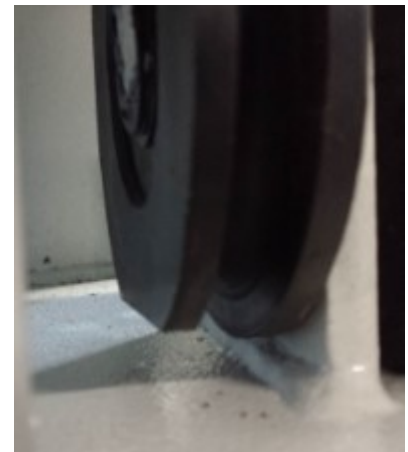

Fig.5
4. Aan beide onderste katrollen zit een rechte zijde, zorg ervoor dat deze naar beneden staat (fig.5), voer vervolgens de staalkabel door.